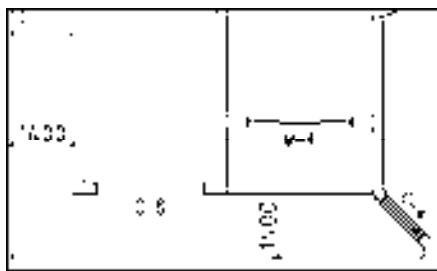

图 13-91 绘制直线
- 1) 绘制雨棚轮廓线。调用“直线”命令，绘制直线，结果如图 13-91 所示。